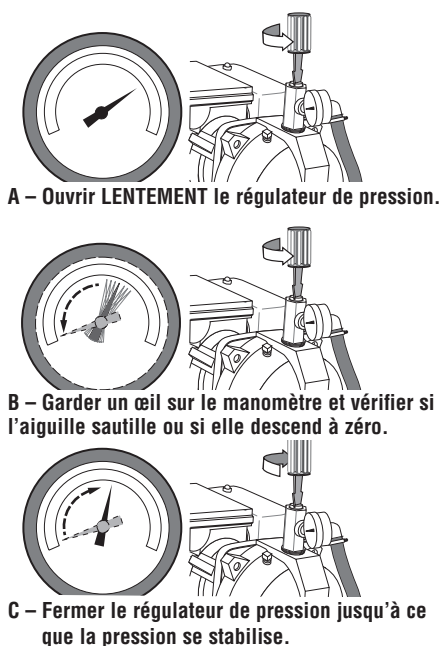

Figure 15 : Régler la vanne de réglage
- 5 ° Au moment où la pression s'est accumulée et s'est stabilisée à environ 50 lb/po², ouvrir lentement la vanne de réglage (voir la figure 15) et laisser la pression chuter jusqu'à ce que l'aiguille du manomètre commence à sautiller ou descende à zéro. Fermer la vanne jusqu'à ce que l'aiguille cesse de sautiller ou montre une pression stable (voir la figure 15). La pompe fonctionne maintenant à son point le plus efficace.